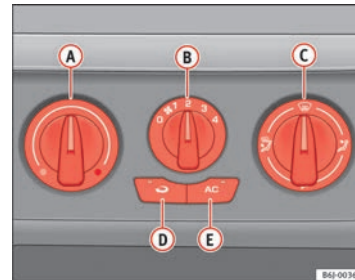

Abb. 94 In der Instrumententafel: Bedienelemente Klimaanlage
- Schalten Sie die Klimaanlage mit der Taste ⇒ Abb. 94 **AC** aus (die Kontrollleuchte in der Taste erlischt).
Im Umluftbetrieb => Abb. 94  (in der Taste leuchtet eine Kontrollleuchte auf) wird verhindert, dass starke Umweltgerüche in das Fahrzeuginnere gelangen können, die beispielsweise beim Durchfahren eines Tunnels oder in einem Stau auftreten können.